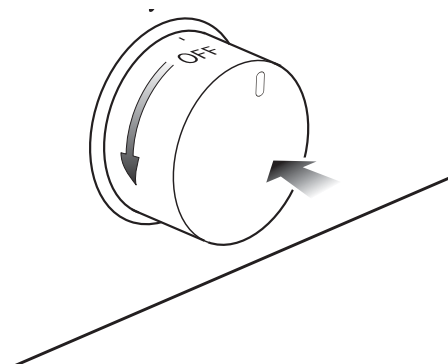

Fig. 3.3
2) Appuyez légèrement sur le bouton du thermostat et tournez-le dans le sens anti-horaire (fig. 3.3), jusqu'à la position maximale 8.